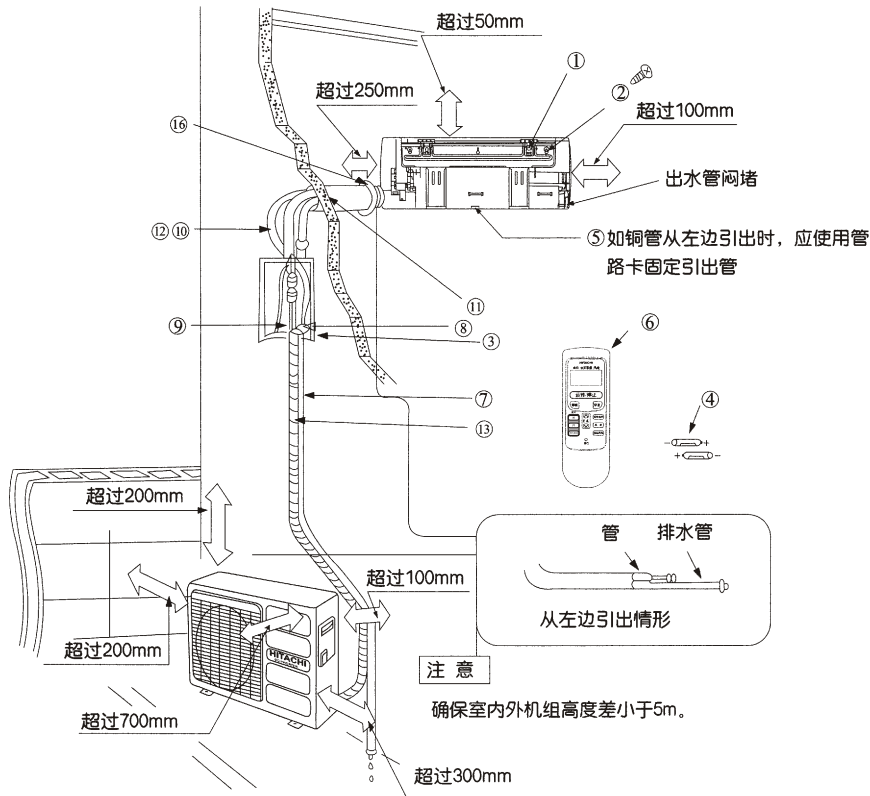

图 1
- （1）为了便于修理，室内机组旁边应如图 1 般保留空间。
- （1）如图 1 所示保留室外机组旁的空位，避免任何障碍物妨碍通风系统。
- 1 示图 1 是管道后出连接安装成形。
- 2 根据总装示图 1 结合对应附件按要求牢固安装。